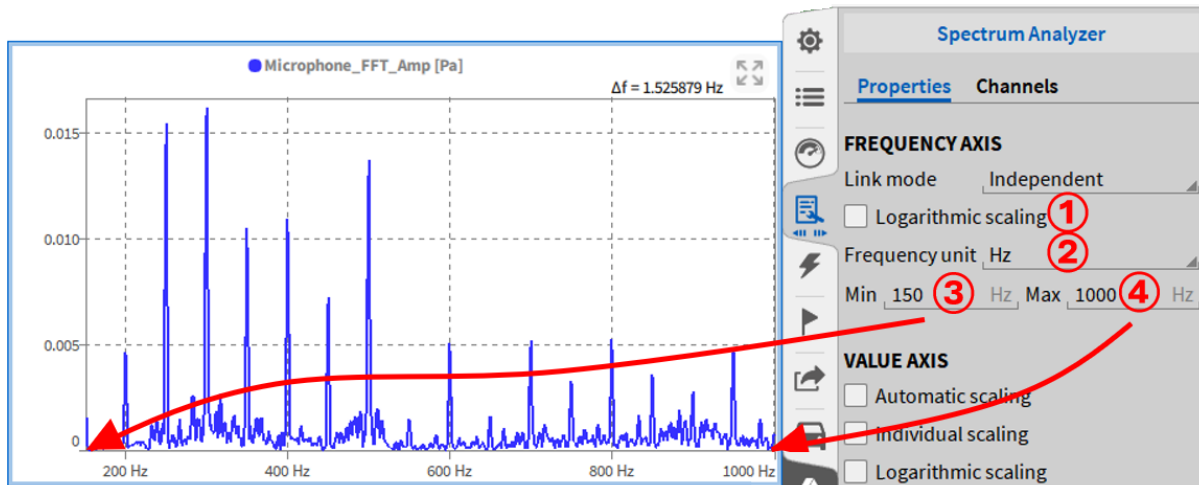

Abb. 8.53: Frequenzachsenbeschriftung
Die Einheit der X-Achse ist standardmäßig Hertz [Hz] (siehe ② in Abb. 8.53). Die Einheit kann in Umdrehungen pro Minute (Cycles Per Minute) [CPM] geändert werden, die als [Hz] \* 60 definiert ist. Das Achsenminimum und -maximum kann frei definiert werden (siehe ③ and ④ in Abb. 8.53). Die Skalierung kann optional von linear in logarithmisch geändert werden. (siehe ① in Abb. 8.53).